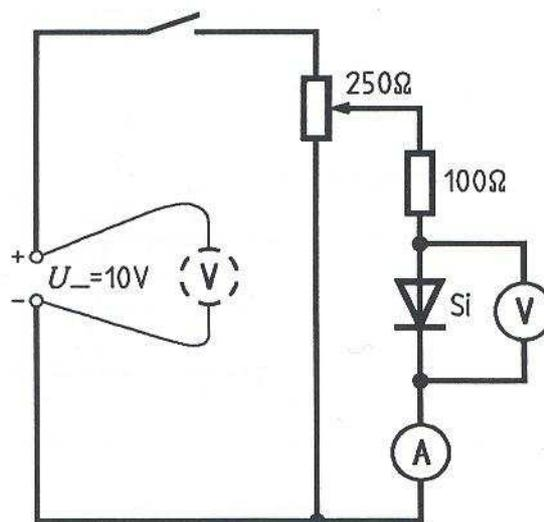

Figura 1: Esquema do circuito elétrico para medidas da curva característica do diodo em polarização direta.
Por fim, vamos trabalhar com o diodo em tensão direta. Neste sentido deve ser respeitada a polaridade do diodo, como indicado na *Figura 1*.
a) Monte o circuito elétrico da *Figura 1*. Mantenha o ponteiro do potenciômetro voltado para a esquerda e mantenha a chave conectora na posição aberta. Escolha o fundo de escala de 20 mA para o amperímetro.